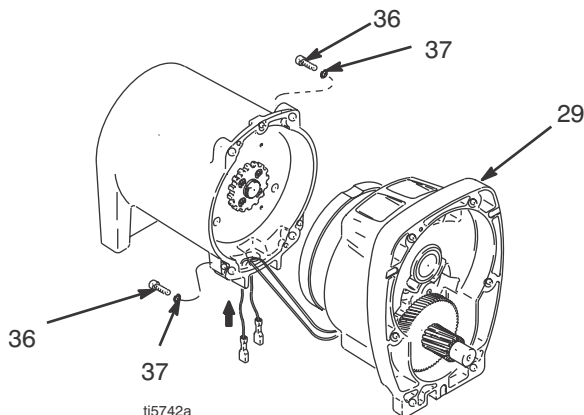

FIG. 5
4. FIG. 5. Retire los cuatro tornillos (36), las arandelas de seguridad (37) y el alojamiento del piñón (29).